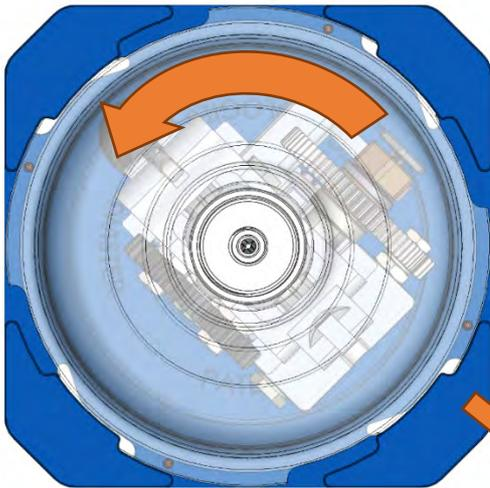

Figure 12
1. Faites pivoter le couvercle dans le sens inverse des aiguilles d'une montre, de sorte que la languette de verrouillage sorte de son encoche de verrouillage. Figures 12 et 13 ;